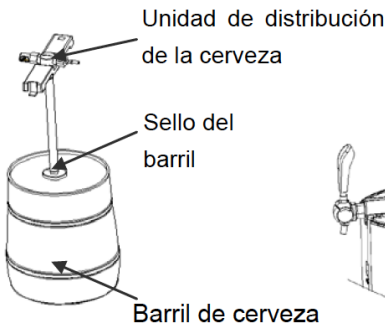

Figura 10
2. dirigir rectamente la punta perforadora contra el sellador en la parte superior central del barril (tal vez usted necesite arrancar el anillo marcado o cambiar a un sellante adecuado), presione la punta perforadora / levantador de barril para empujar el sellador y luego empuje la punta perforadora y sumerja todo en el barril rápidamente. Debe montar el mecanismo del grifo hasta que escuche un sonido que indicará las correcciones del mecanismo del grifo en el barril de cerveza. (Demostración en la figura 10)